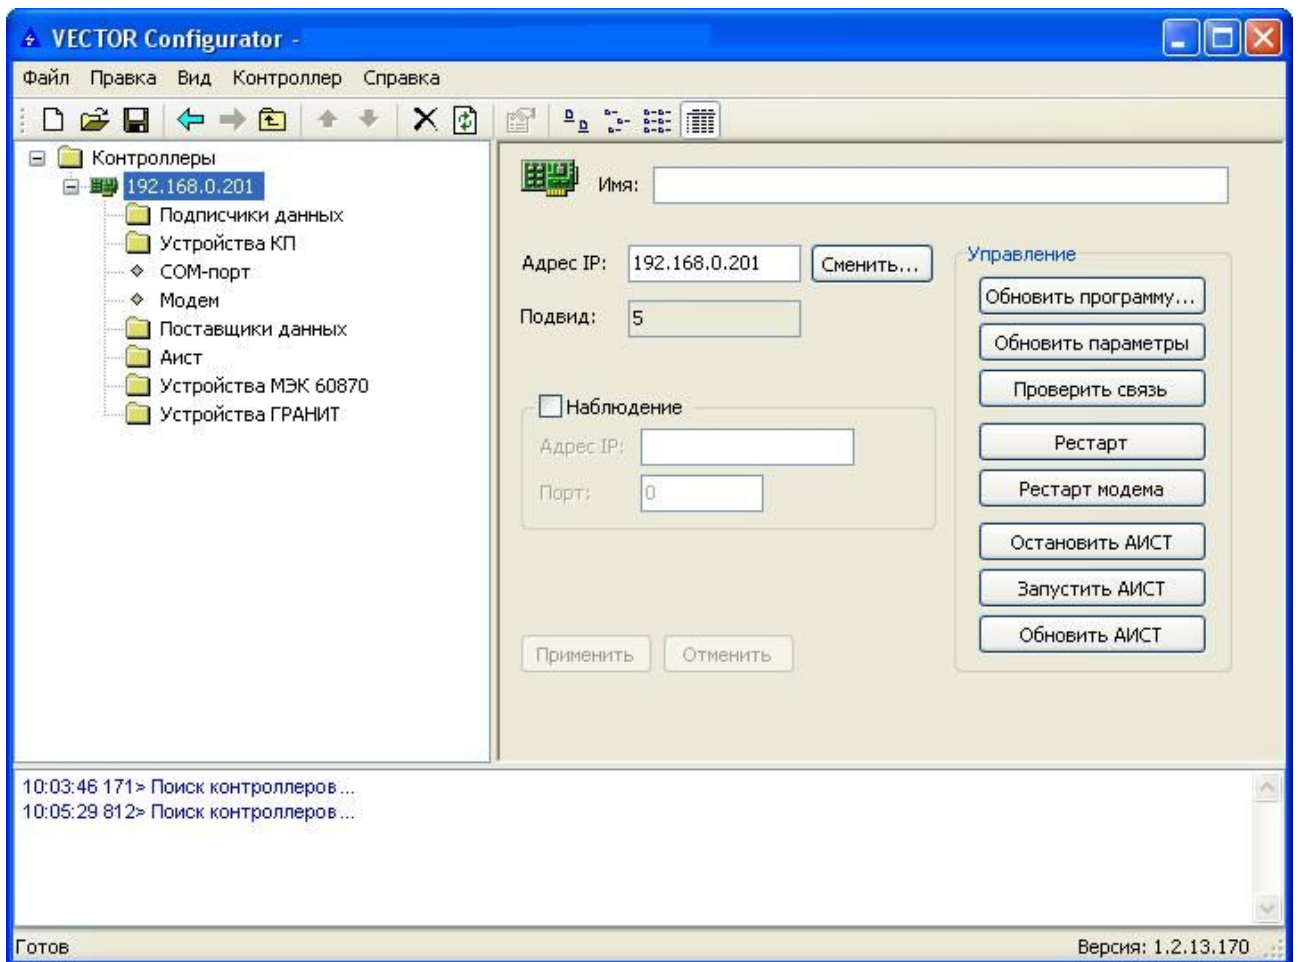

Рисунок 7 – Параметры модуля XPort
- 5) параметры модуля XPort отобразятся в окне программы (рисунок 7);